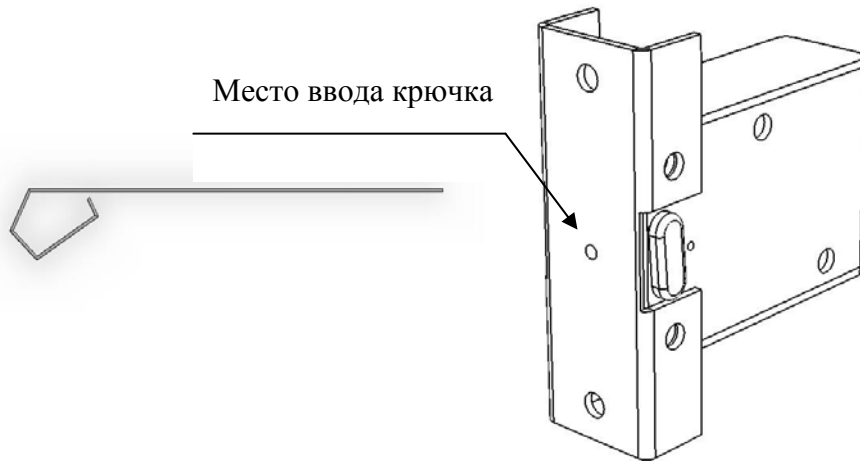

Рис. 1 Аварийное открытие замка
- В случае отключения электричества замок можно открыть, вставив крючок-отмычку в отверстие, указанное на рис. 1.
- После ввода крючка в замок (рис.1), потянуть дверь вместе с крючком на себя.
**ВНИМАНИЕ:** замок устанавливать горизонтально, положение белой метки – вверх! (см. рис. 1)